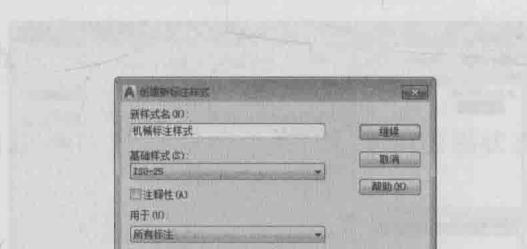

图 1-19 “创建新标注样式”对话框
2. 单击“新建”按钮，弹出如图 1-19 所示的“创建新标注样式”对话框。